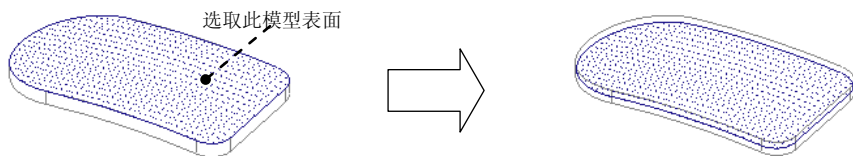

图 6.6.20 创建偏距曲面
(1) 创建 **偏距** 曲面。选取图 6.6.20 所示的模型表面；单击  按钮；在操控板中定义偏移类型为 ；输入 **偏距值** 2.5 并单击  按钮调整偏移方向；单击“完成”按钮 .